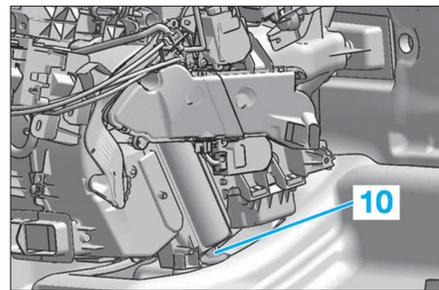

FIG. 31
- la vis (6).
- la plaquette de maintien (7).
- le caoutchouc d'étanchéité (5).
- la vis (4) et sa rondelle.
- Dans l'habitacle, à droite du boîtier de chauffage, désaccoupler et écarter le tuyau (10) (Fig.31).